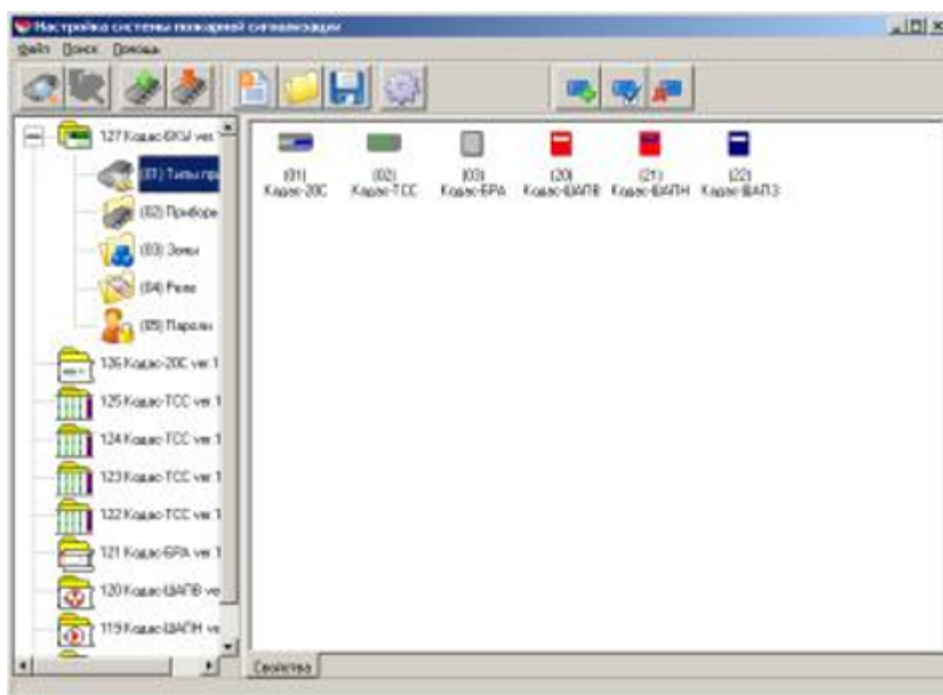
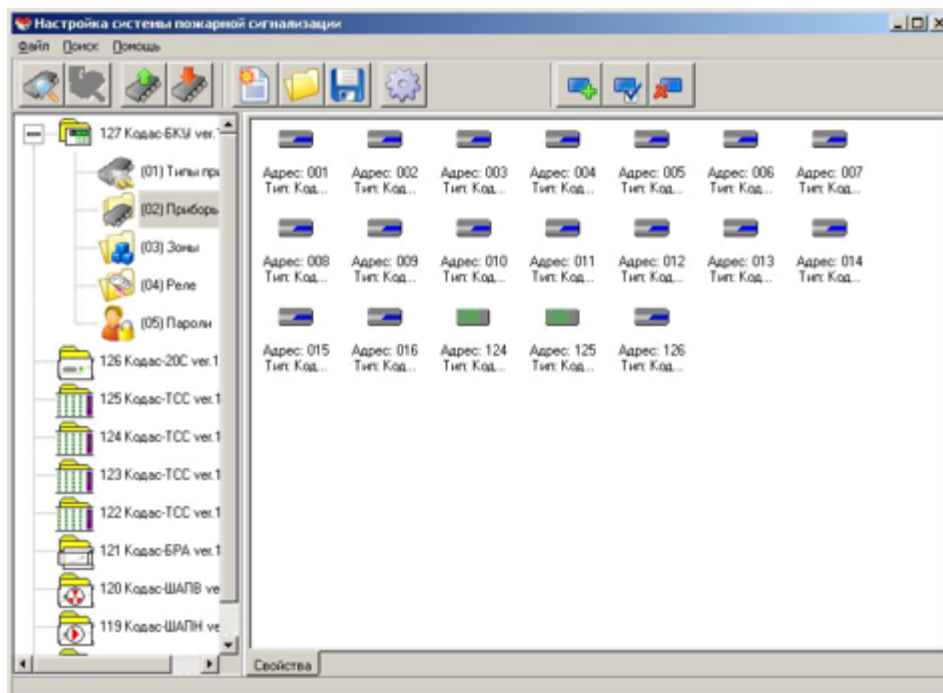

Рис. 5
Рис. 6
- 3) Вікно детального представлення об'єктів (права панель), що знаходяться в лівому вікні. Властивості об'єктів, зображених в цьому вікні, розкриваються в діалогових вікнах подвійним натисканням лівої кнопки миші і в яких можна виконувати їх конфігурація (рис.5, рис.6).
При виділенні елемента списку «(01) Типи приладів» в правому вікні можна переглянути типи блоків, які можна включати в конфігурацію Кодас-БКУ (рис.6). За замовчуванням у програмі задано три стандартних типу блоків: Кодас-20С, Кодас-БРА, Кодас-ТСС і три шафи автоматики: Кодас-ШАПВ, Кодас-ШАПН, Кодас-ШАПЗ (рис.5).
При виділенні елемента списку «(02) Прилади» в правому вікні відображаються блоки, що входять в конфігурацію Кодас-БКУ (рис.6). У цьому вікні, скориставшись контекстним меню, або використовуючи кнопку панель, можна: